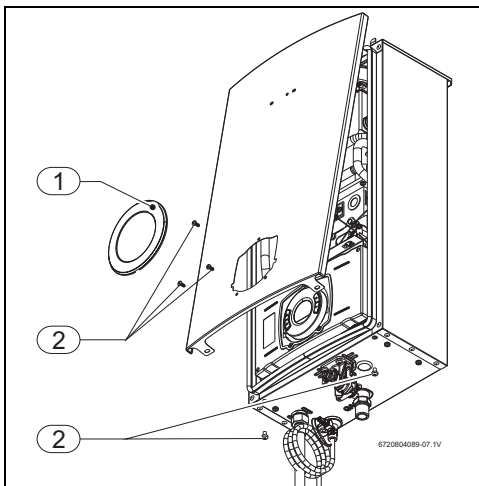

Fig. 16 Retirar a frente
- ▶ Retirar o espelho do aparelho, para tal basta puxá-lo ligeiramente na sua direção (Fig. 16, [1]).
- ▶ Desapertar os 5 parafusos de fixação da frente (Fig. 16, [2]).